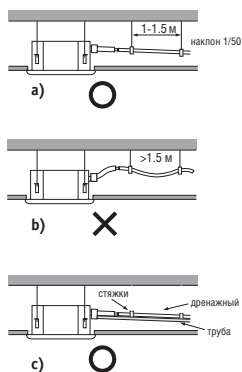

Рис. 28
- Чтобы конденсат не затекал обратно в кондиционер после его выключения, дренажный шланг должен быть слегка наклонен вниз наружу (от кондиционера) под углом около  $1/50$ . На шланге не должно быть подъемов и петель (рис. 28-а).
- В процессе подключения дренажного шланга не тяните за него, чтобы не сместить кондиционер. Через каждые 1–1,5 м нужно закрепить шланг, чтобы он не провисал (рис. 28-а).
- Если шланг очень длинный, закрепите его часть, находящуюся внутри помещения с защитной трубой, чтобы он не провисал (рис. 28-б).